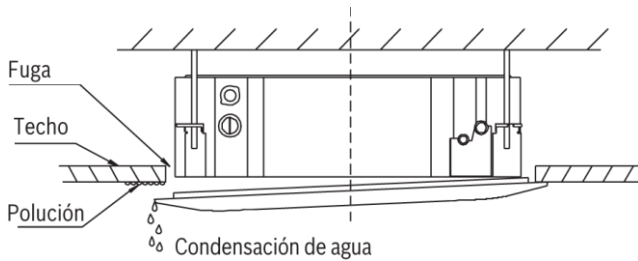

Fig.1-12
- Malfuncionamiento descrito en fig. 1-12 puede haber sido causada por un ajuste inapropiado del tornillo.